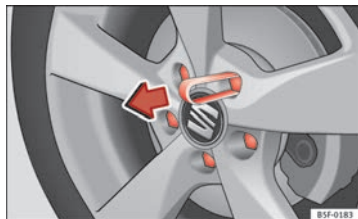

Fig. 134 Togliere il coperchio del bullone
- Applicare la graffa di plastica sul coperchio fino al punto che le tacche di ritenuta interne della graffa entrino in contatto con il collare del coperchio e rimuoverlo ⇒ fig. 134.